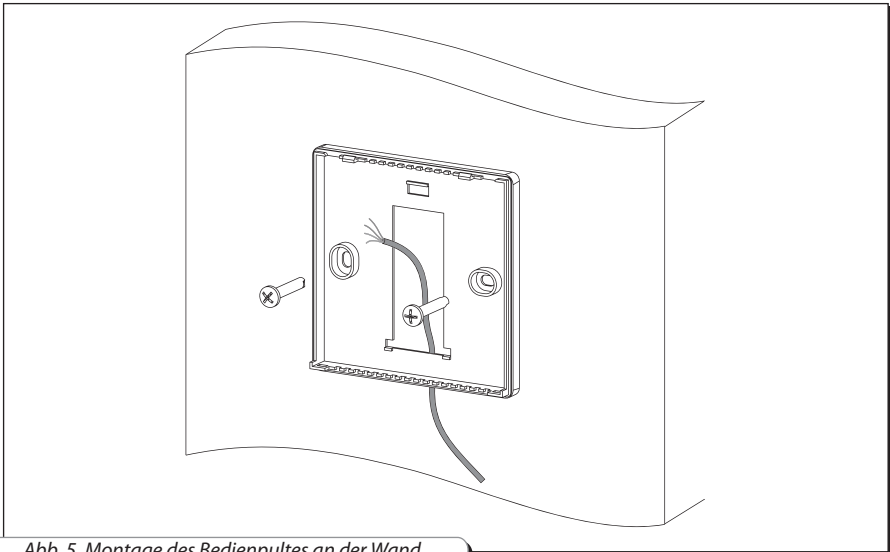

Abb. 5. Montage des Bedienpultes an der Wand
- Die Rückseite an der Wand befestigen, Abb. 5